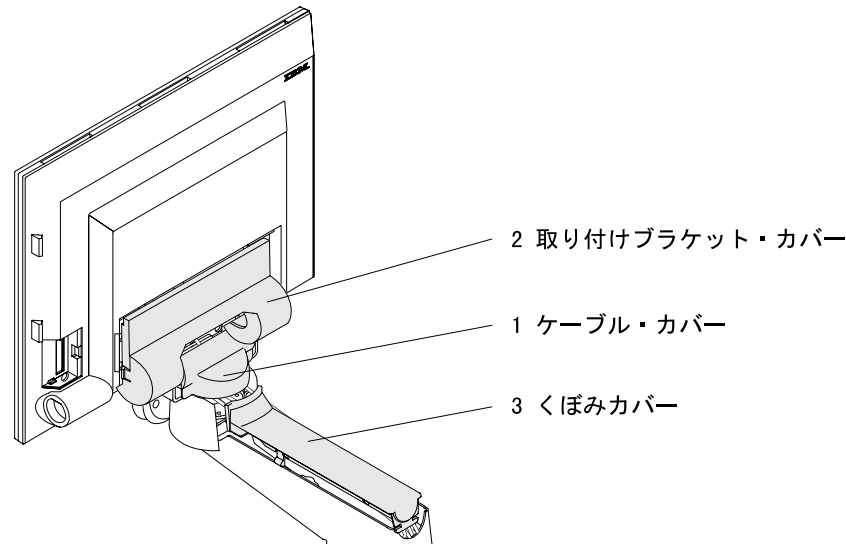

図 24. 分離型脚柱カバー
- a. 図24 を参照してください。取り付けブラケットにケーブル・カバーを取り付けてから、ブラケットの横にある小さな穴にカバーの側面に付いているタブをカチッと閉じます。